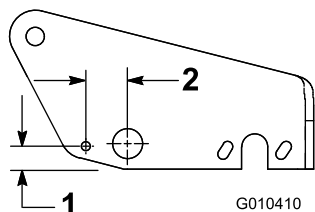
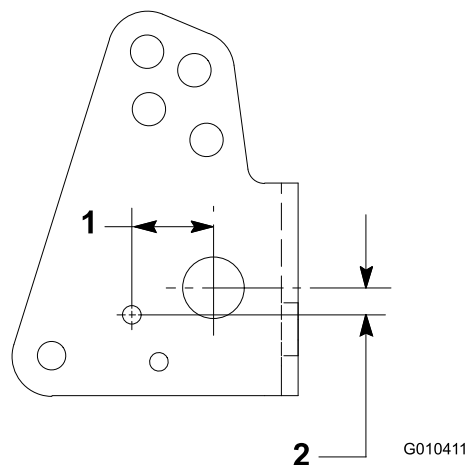

Bild 9
Bild 10
A. Verwenden Sie die Abmessungen in Bild 9 für den **Greensmaster 3100** und Bild 10 für den **Greensmaster 3050** und markieren Sie den Rahmen.